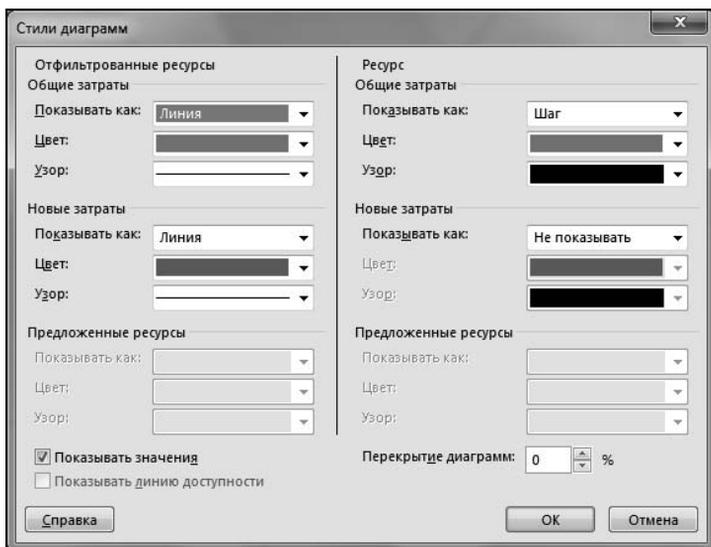

Рис. 5.27. Окно управления форматированием графика ресурсов с рекомендуемыми для анализа бюджета настройками
4. Установить указатель мыши в правую часть экрана (область диаграммы, но не заголовка шкалы времени) и сделать двойной щелчок левой кнопкой мыши. Это активизирует окно **Стили диаграмм**. Порядок работы с этим окном рассмотрен в *алгоритме 4.31*. Применительно к проекту-примеру установить в окне **Стили диаграмм** настройки в соответствии с показанными на рис. 5.27. Они обеспечат вывод на экран сводной кривой нарастания затрат по всем ресурсам проекта, а также сводных данных о потребности проекта в финансировании с разбивкой по неделям. После установки рекомендуемых настроек следует нажать кнопку **ОК**.